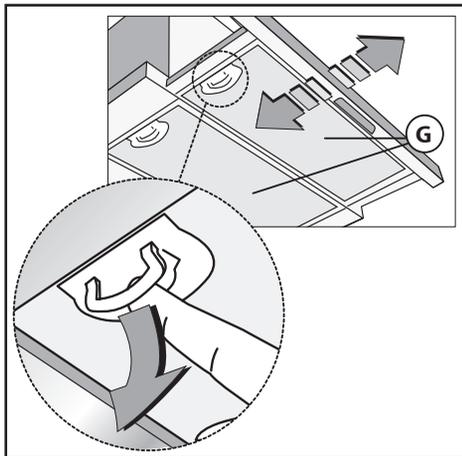
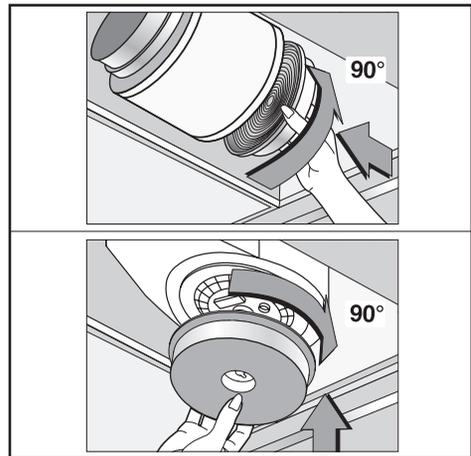

Fig.4
Fig.5
• Minimums distancen mellem kogeoverfladen, målt fra selve kogepladerne, og den nederste del af emhætten, skal være mindst **65 cm**. Hvis der anvendes et forbindelsesrør bestående af to eller flere dele, skal den øverste del placeres udenpå den nederste. Tilslut ikke udledningen fra emhætten med et rør, hvori der cirkulerer varm luft eller som anvendes til at udlede røg fra apparater, der ikke bruger elektrisk energi. Inden man begynder monteringen fjernes filtret (Fig.4) for at gøre håndteringen af apparatet lettere.
For at ændre hættens fra at fungere som sugeenhed til at fungere som filterenhed skal De rette henvendelse til Deres forhandler for at få de aktive kulfiltre. Filtrene skal påsættes sugeenheden i hættens og skal centreres i samme og drejes 90 grader indtil blokering (Fig.5). For at kunne udføre denne handling skal man fjerne ristene **G** (Fig.4). Luften sendes tilbage til omgivelserne gennem et forbindelsesrør, der passerer gennem møblet og er forbundet til samleringen **H** (Fig.3B).